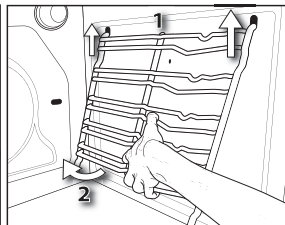

Abb. 5
2. Entfernen Sie die Gitter durch Anheben (1) und Drehen (2) wie in Abb. 5 beschrieben.